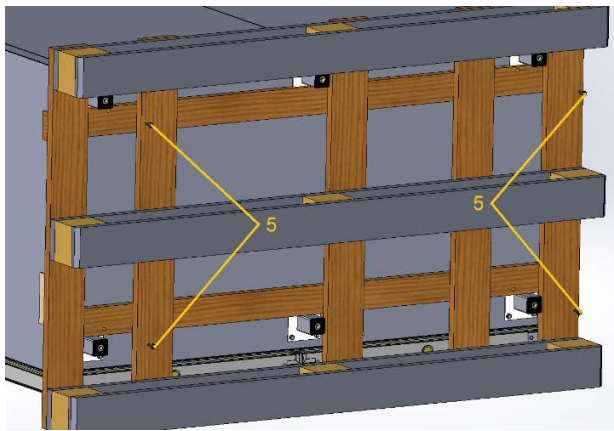

Рис. 5
6. Открутить винты (5) из транспортировочного поддона ключом на 10 мм - рис.5.
**Открученные винты (5) потребуются при дальнейшей установке.**